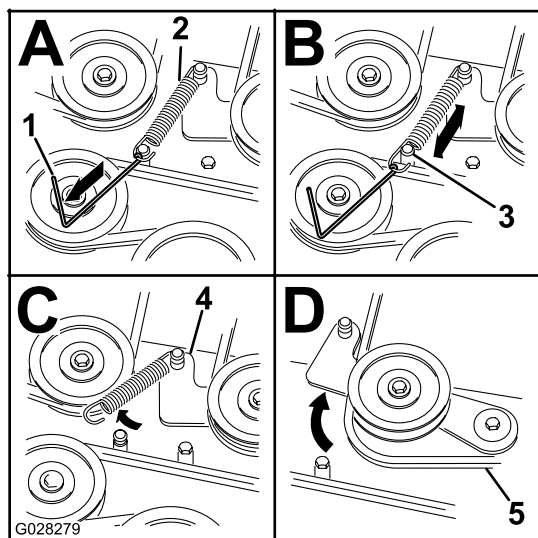

Figura 77
8. Servendovi di un attrezzo per la rimozione delle molle (n. cat. Toro 92-5771), sganciate la molla di rinvio dal perno del piatto di taglio per eliminare la tensione dalla puleggia tendicinghia (Figura 77).
11. Montate la nuova cinghia attorno alle pulegge del tosaerba e alla puleggia della frizione, sotto il motore (Figura 77).
12. Servendovi di un attrezzo per la rimozione delle molle (n. cat. Toro 92-5771), agganciate la molla di rinvio al perno del piatto di taglio per mettere in tensione la puleggia tendicinghia e la cinghia (Figura 77).